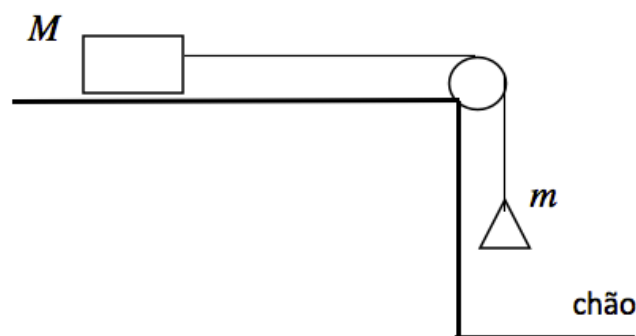

Figura 5.1: Desenho experimental.
Neste experimento vamos estudar a conservação da energia mecânica de um sistema formado por um carrinho de massa M , uma polia de massa desprezível, um fio também de massa desprezível e inextensível, e um corpo de massa m , como se mostra na Figura 5.1.
2. Com a ajuda de uma balança, determine a massa do carrinho (M) e a do corpo amarrado a ele (m). A massa deste corpo deve estar entre 10 g e 30 g.
3. Montar o experimento seguindo a Figura 5.1.